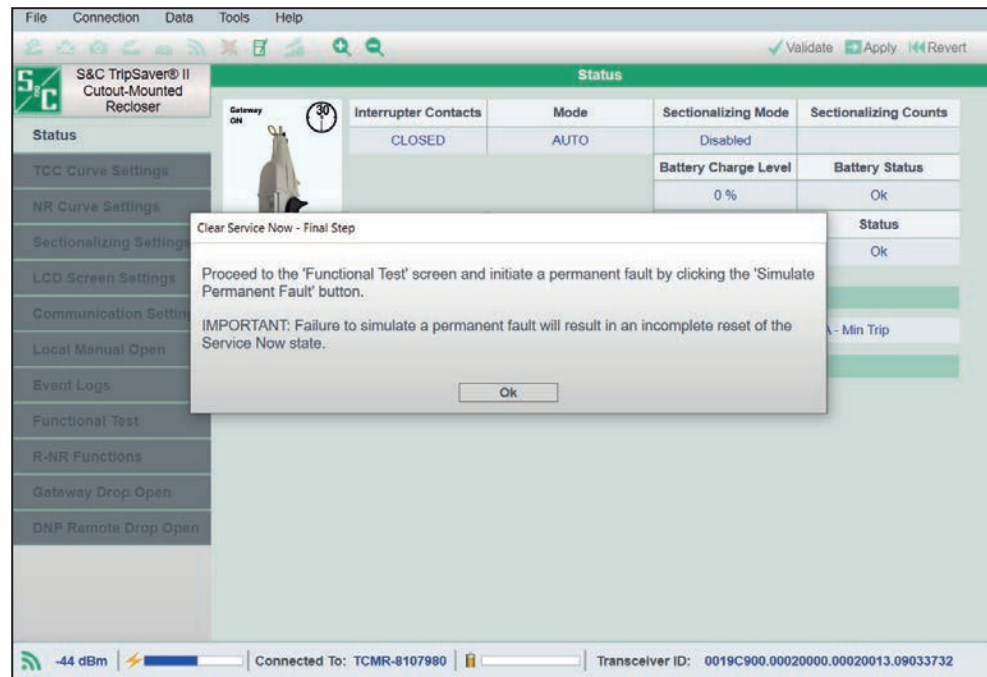

Figura 160. El cuadro de diálogo Clear Service Now - Final Step (Borrar Servicio Ahora - Paso Final).
**PASO 7.** Aparecerá el cuadro de diálogo Clear Service Now-Final Step. Véase la Figura 160. Haga clic en en el botón **OK (Aceptar)**.